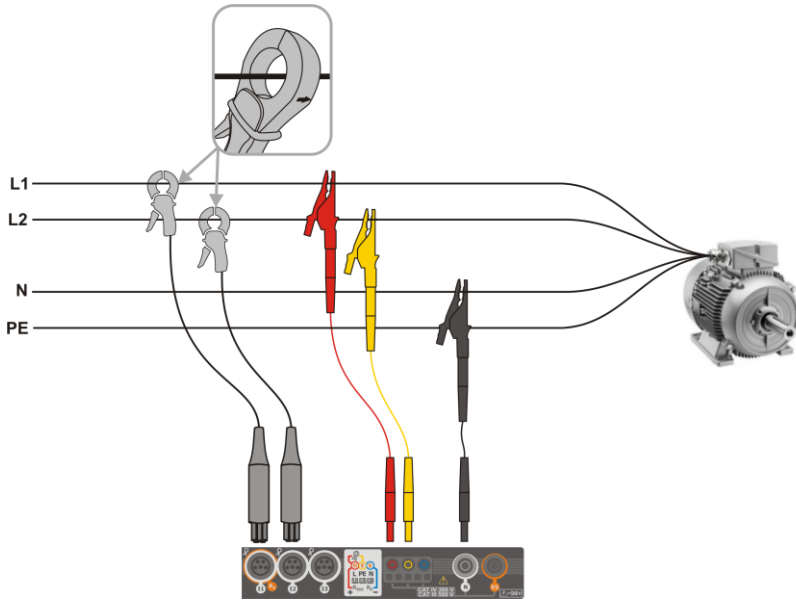

Fig. 5.5 Esquema de conexión – sistema bifásico
- bifásica (con bobinado dividido del transformador llamado en inglés *split phase*) (Fig. 5.5),